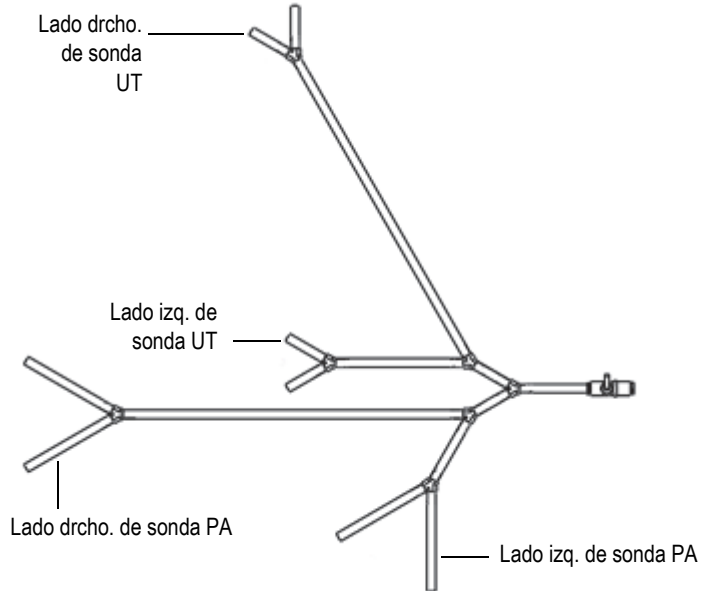
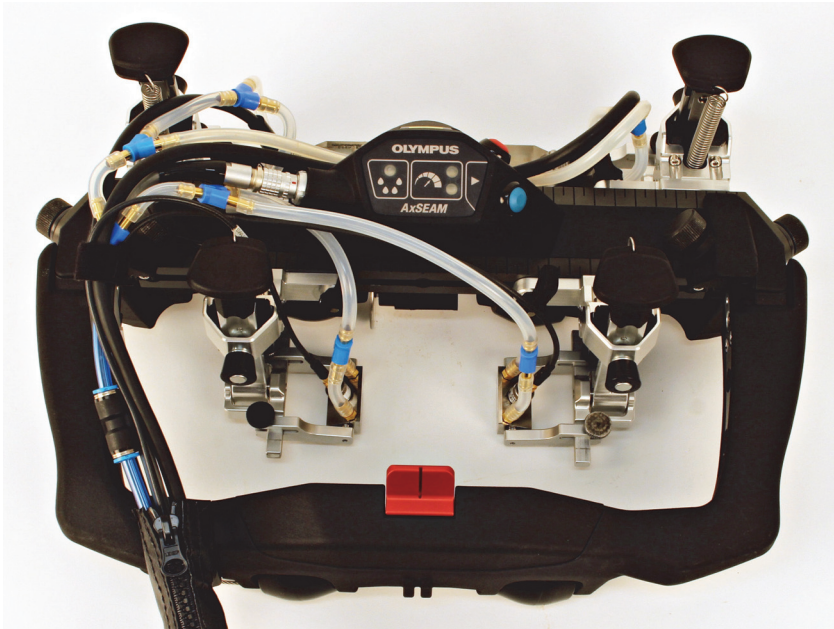

Figura 2-25 Montaje de tubos de irrigación
Figura 2-26 Sistema de irrigación de sondas
1. Use el montaje de tubos de irrigación suministrado para conectarlo a cada extremidad en el sistema de irrigación de suelas (zapatas) apropiado (ver Figura 2-25 en la página 60 y Figura 2-26 en la página 61).